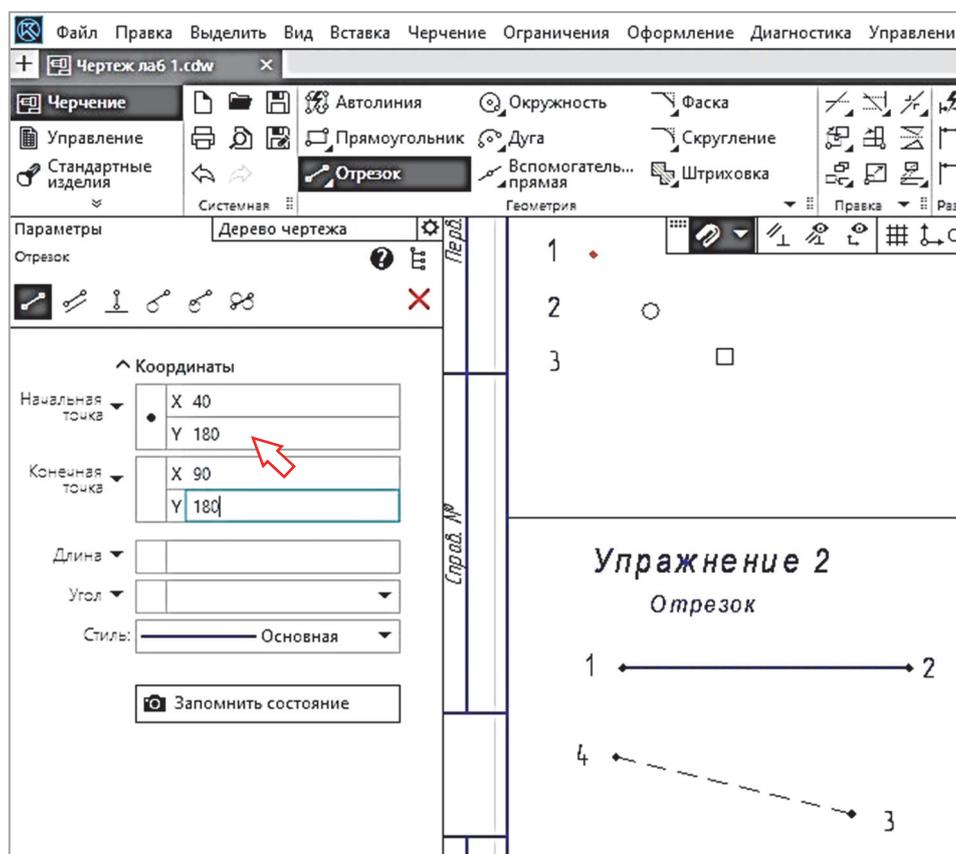

Рис.1.2-2
2. Далее следить за сообщениями системы в нижней части **Панели параметров**. В данном упражнении положение начальной и конечной точек отрезка (точки 1–2) задается координатами X и Y в численном виде. Значения координат приведены в табл. 1.2. Эти значения вводятся на **Панели параметров** (рис. 1.2-2). Здесь же выбирается стиль отрисовки линий (сплошная, штриховая и др.). Завершается ввод координат для каждой точки нажатием клавиши <Enter>.